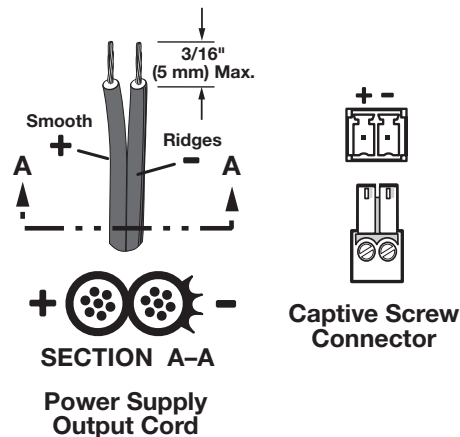

Figure 68. Power Connector Wiring
Figure 68 below shows how to wire the connector.
- Power supply voltage polarity is critical. Incorrect voltage polarity can damage the power supply and the unit. The ridges on the side of the cord (see **figure 68** on the previous page) identify the power cord negative lead.
- La polarité de la source d'alimentation est primordiale. Une polarité incorrecte pourrait endommager la source d'alimentation et l'unité. Les stries sur le côté du cordon permettent de repérer le pôle négatif du cordon d'alimentation (voir **figure 68**).